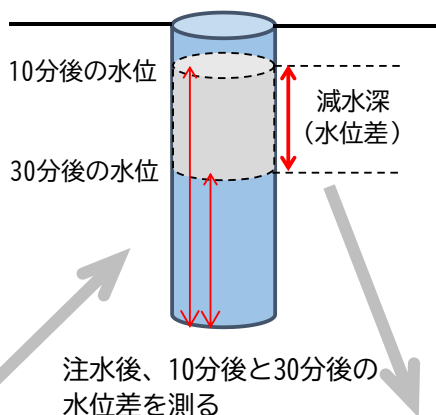

図1 簡易透水性診断の手順
- らせん穴掘り機を用いて簡易に測定できる下層土の減水深（図1）は、室内で測定する慣行法と相関があることから、現場で有効に活用できます。